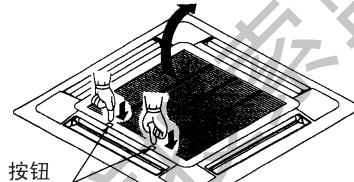

图1
(1) 先按下吸入格栅按钮，然后再提起按钮的一端（参阅图 1）。